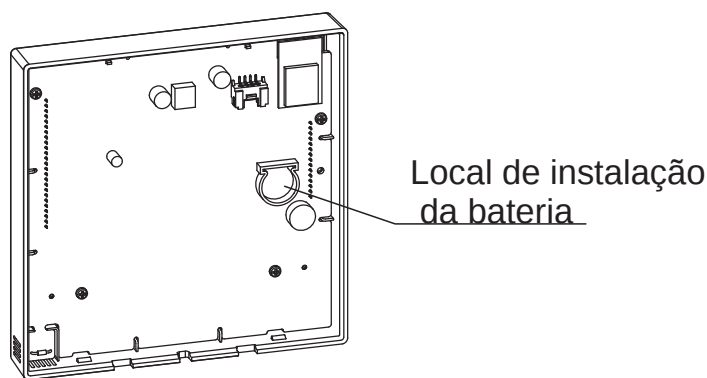

Fig 3-5
- Coloque a bateria no local de instalação e certifique-se de que o lado positivo da bateria está de acordo com o lado positivo do local de instalação (ver Fig. 3-5). Por favor defina a hora correcta na primeira operação.